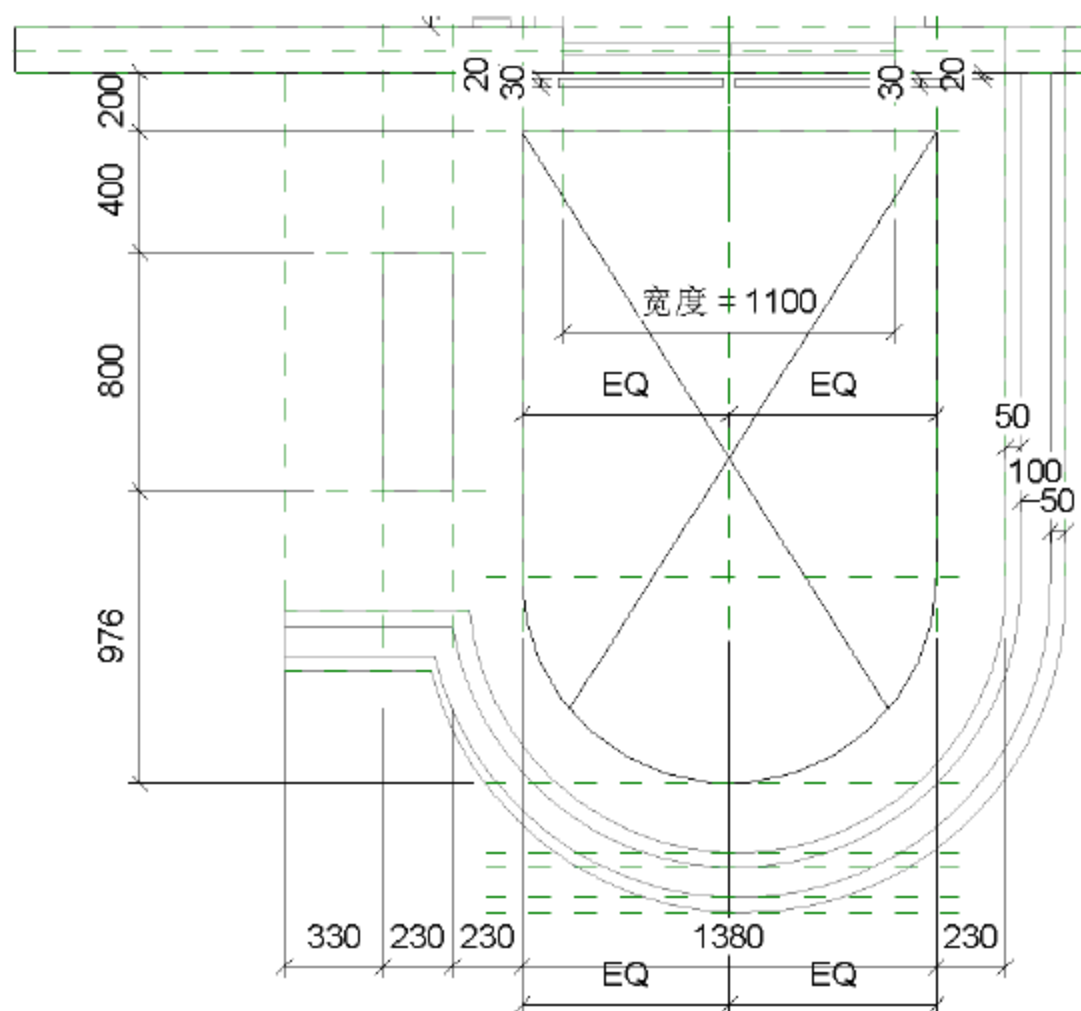

图 8.4.22 标注电梯平面尺寸
(18) 设置尺寸标注。按快捷键 D+I 在“参照平面”视图上标注出电梯平面图尺寸，如图 8.4.22 所示。